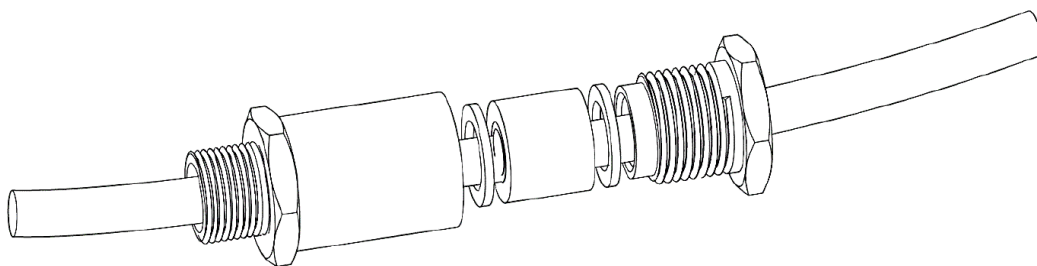

Рис.5. Подключение кабелей питания и связи
- 3.5.2. Подключить кабели питания и связи к ВП расходомера, для чего следует отвернуть и снять заднюю крышку корпуса ВП с помощью ключа «UNIOR» №205. Пропустить кабель питания через один гермоввод, кабель связи – через другой гермоввод в соответствии с рис.5. Концы кабелей подключить к соответствующим клеммным соединителям на клеммной панели. Варианты подключения цепей питания и интерфейсов расходомера приведены в приложении Б.